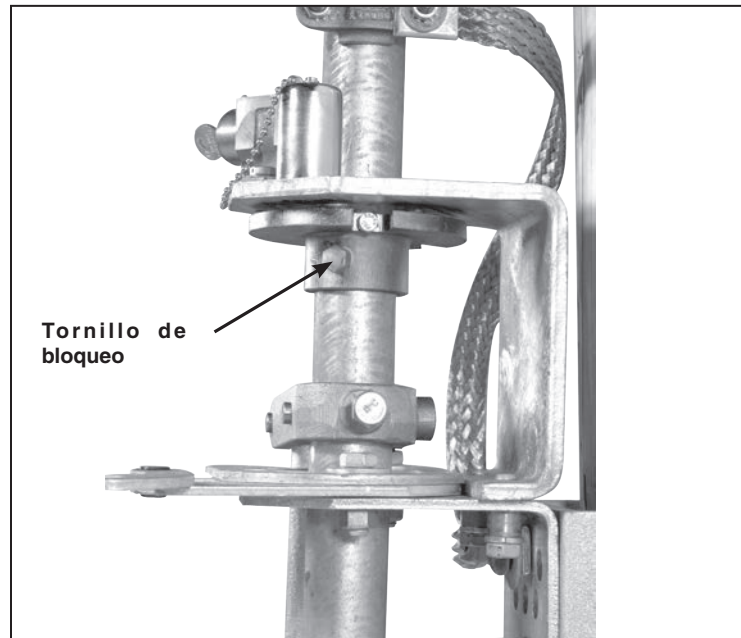

Figura 33. Ranura de bloqueo en el disco de interbloqueo.
**PASO 33.** Bloquee una de las dos ranuras en el disco de bloqueo con el tornillo de bloqueo proporcionado. (La ranura a ser bloqueada depende de si se requieren disposiciones para una posición bloqueado abierto o bloqueado cerrado). Ver Figura 33.